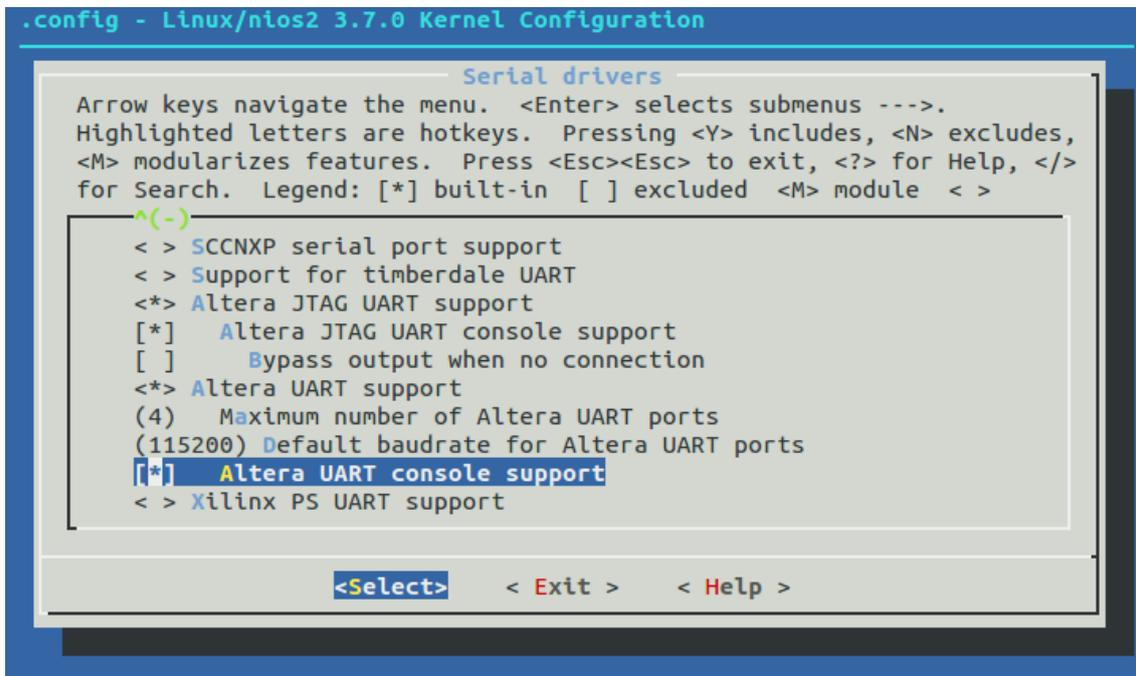

FIGURE 7 – Menu de configuration des consoles séries.
- Vérifiez que les communications séries UART Altera sont opérationnelles, avec et sans JTAG comme montré sur la figure 7 (menu « *Device drivers* » → « *Character devices* » → « *Serial drivers* », variables CONFIG_SERIAL_ALTERA_UART et CONFIG_SERIAL_ALTERA_JTAGUART); cette option sera utile pour ouvrir un terminal à distance sur la carte en utilisant une liaison série.